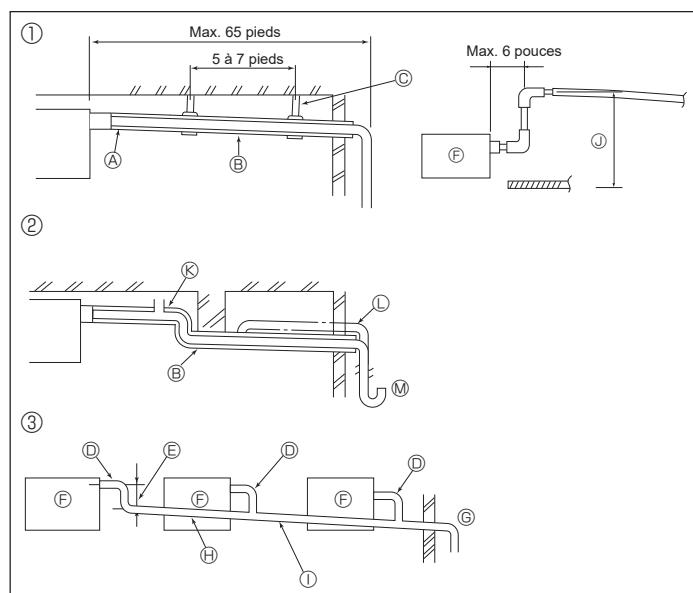

Fig. 5-1
5.1. Mise en place du tuyau d'écoulement (Fig. 5-1)
① Tuyaute correcte
② Tuyaute incorrecte